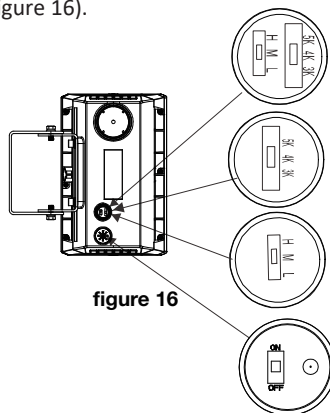

figure 16
- Étape 2 : après avoir ajusté la fonction de contrôle requis, resserrez le bouchon métallique dans le sens des aiguilles d'une montre (figure 16).